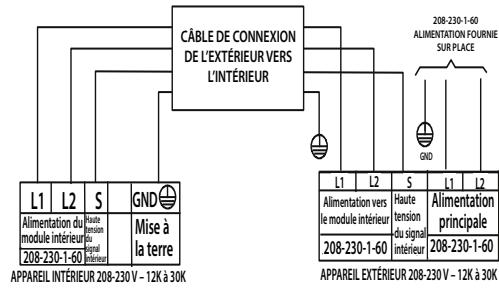

Figure 27 – Schémas de connexion
2. Raccordez le câblage de l'appareil extérieur conformément au schéma de câblage (consultez la figure 27).